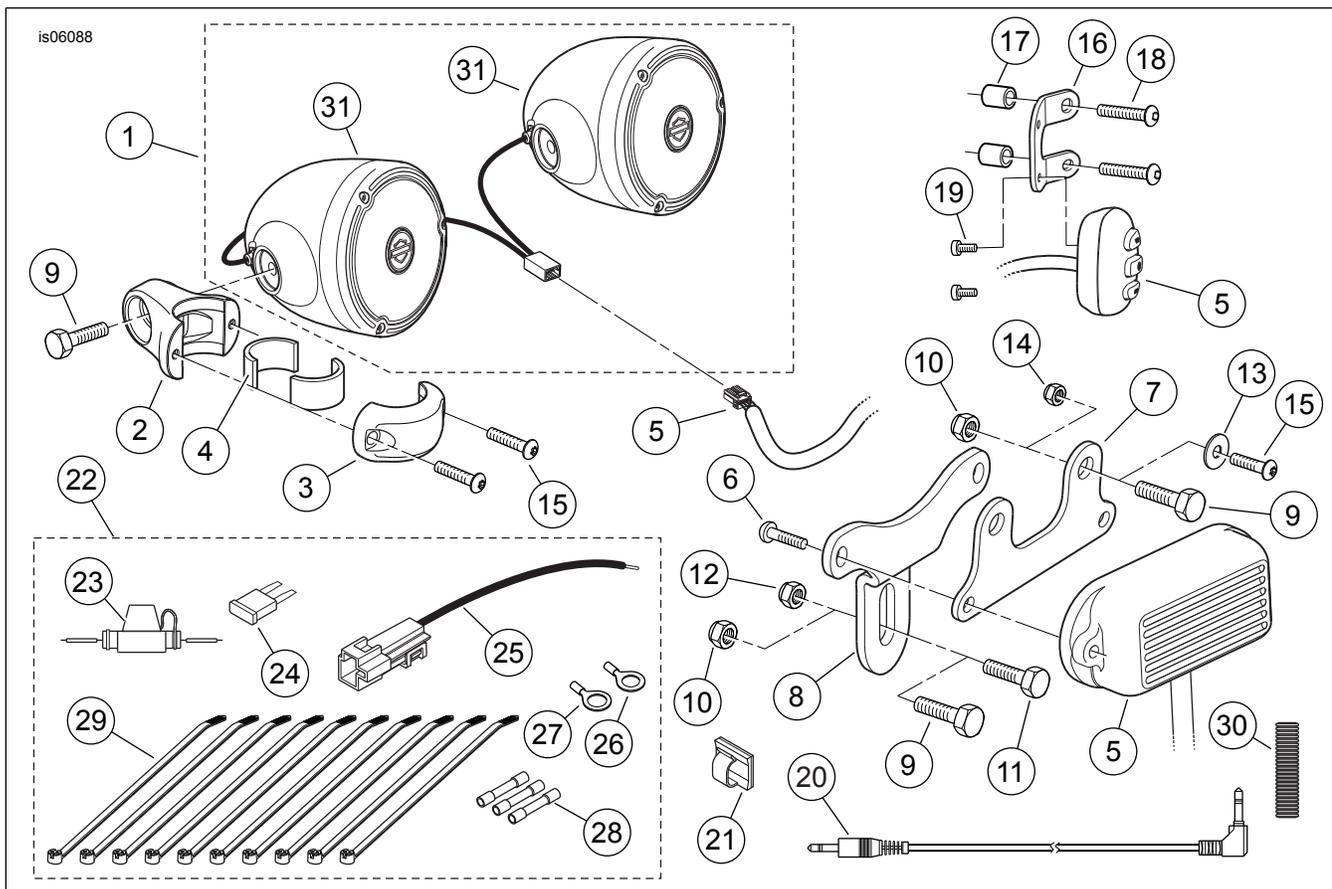

Figura 5. Parti di ricambio, kit altoparlante e amplificatore montati sul manubrio
1. Vedere Figura 5. Prendere dal kit il corredo dei componenti dell'impianto elettrico (22). Prendere dal corredo dell'impianto elettrico il portafusibili in linea (23) e un connettore a giunto di testa a tenuta blu (28).
4. Prendere l'estremità libera del filo **rosso** del cablaggio. Prendere due connettori blu a giunto di testa a tenuta (28) e il filo dell'adattatore a 12 V (25) dal corredo dei componenti dell'impianto elettrico. Giuntare sul filo rosso il portafusibili in linea secondo le istruzioni riportate nel manuale di manutenzione. Giuntare il filo dell'adattatore sull'estremità opposta del portafusibili in linea.
10. Avvolgere il filo in eccesso sotto il serbatoio del combustibile, all'interno della gondola o sotto il morsetto del manubrio, in un punto in cui non interferisca con il funzionamento dello sterzo. Inserire nel portafusibili in linea il fusibile da 5 A (24) sul filo rosso.
13. Vedere Figura 5. Il connettore da 3,5 mm del comando manuale può essere fissato al manubrio con fascette fermacavi o alla piastra superiore dello sterzo o alla gondola con un fermo rivestito di adesivo (21) preso dal kit. Se si usa il fermo: